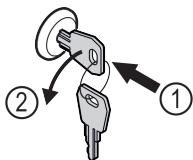

Fig. 126
- ▶ 按入钥匙。 Fig. 126 (1)
- ▶ 将钥匙逆时针转动 90°。 Fig. 126 (2)